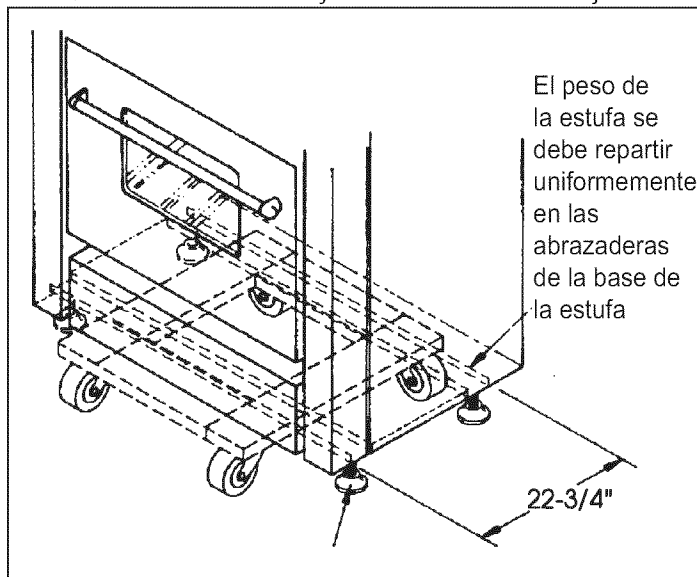

Figura 6: Dolly Positioning
- Debido al peso se debe usar una plataforma de ruedas suaves para transportar este aparato. Se debe repartir el peso uniformemente en la parte inferior (vea la Figura 6).